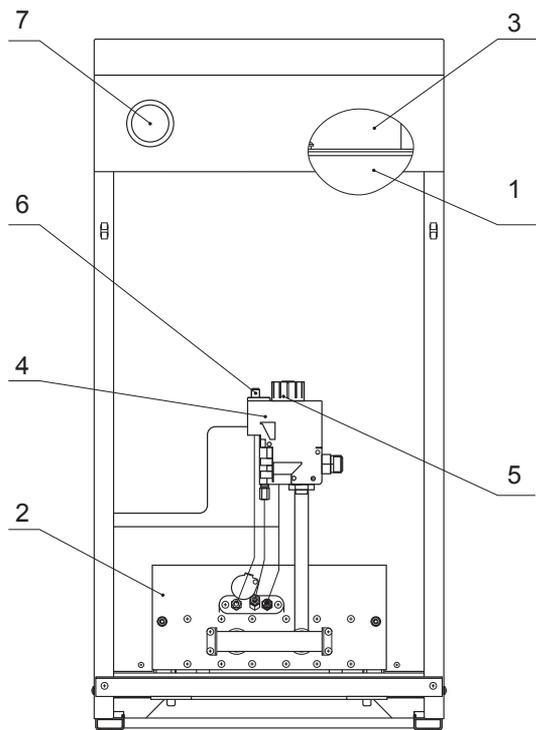

рис. 2 – Особенности котла с газовым блоком 630 EUROFIT.
- 4.2 Котел представляет собой сборную конструкцию, закрытую декоративными тонколистовыми панелями с теплоизоляцией, внутри которой располагаются (см. рис. 2 и рис. 3):
- дымосборник с датчиком тяги (3);
- корпус котла, состоящий из топки и теплообменника (1);
- газогорелочное устройство с газовым блоком (ГГУ) (2).